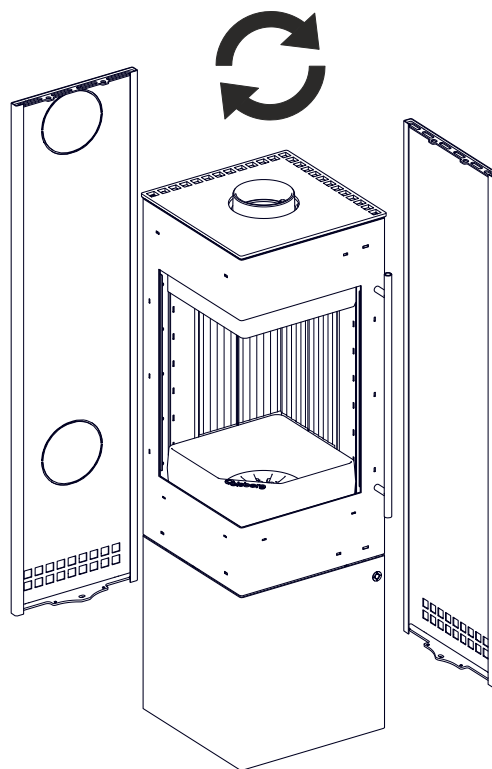

Fig.3
- Ôter la paroi arrière et la paroi latérale et intervertir (voir Fig.3+4).